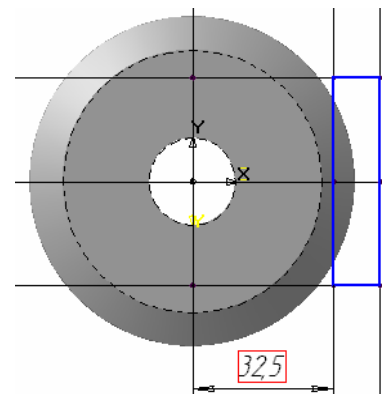
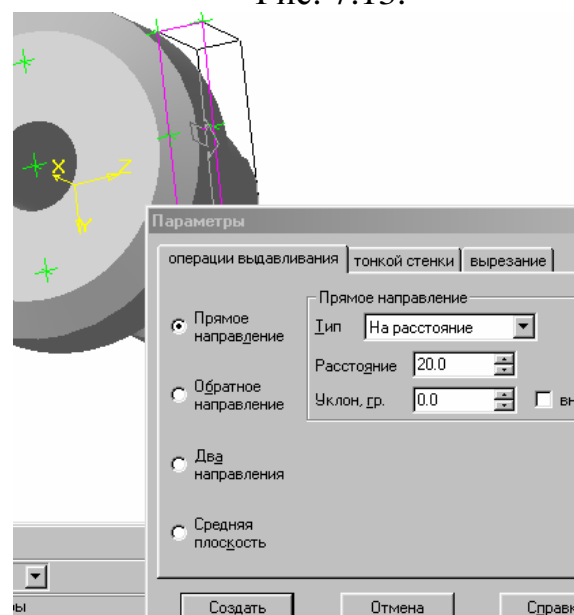

Рис. 7.13.
Рис. 7.14.
4. Накресліть площину, рис. 7.13, за допомогою якої виріжете в циліндрі одну грань шестигранної призми. Для цього закінчіть ескіз і виріжете витискуванням побудовану площину, рис. 7.14.